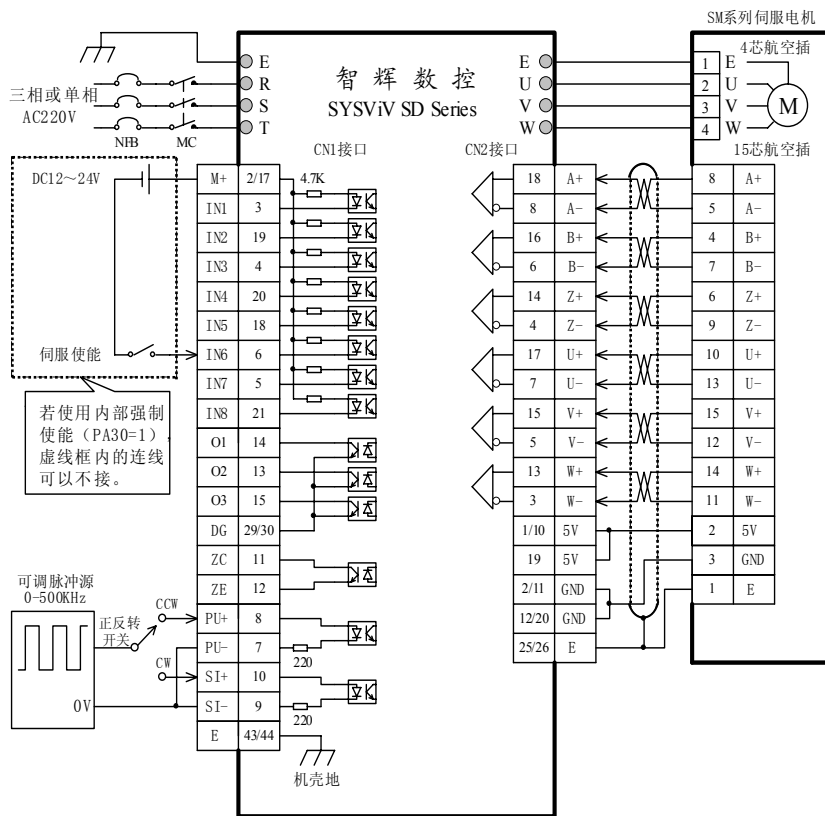

图 6.17 位置控制方式的简单接线图
- 1) 按图 6.17 接线, 使能开关先不要闭合, 脉冲源频率调到零, 接通电源。